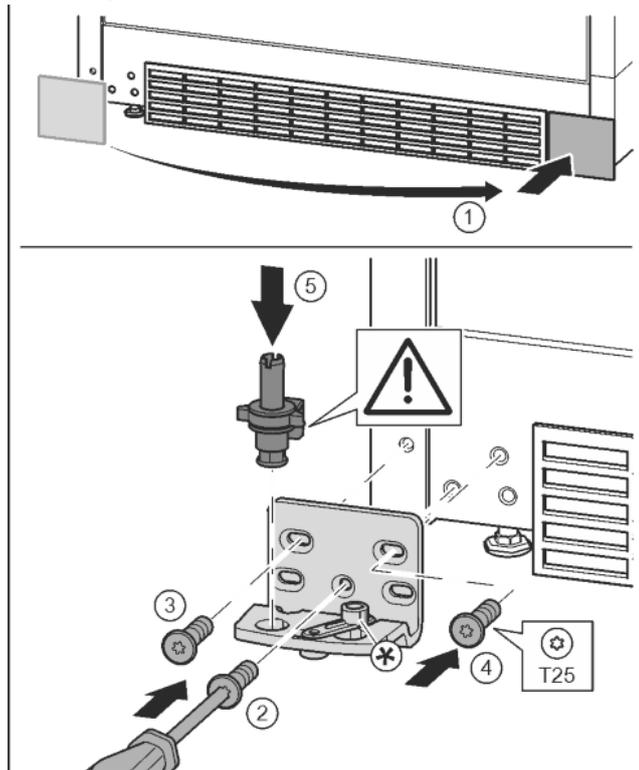

Fig. 16
- ▶ Снять крышку и поставить с другой стороны. Fig. 16 (1)
- ▶ Установить опорный кронштейн с другой стороны и прикрутить с помощью отвертки T25. Начинать с винта 2 в центре. Fig. 16 (2)
- ▶ Затянуть винты 3 и 4. Fig. 16 (3, 4)
- ▶ Снова установить опорный палец в сборе. При этом следить за тем, чтобы выступ фиксатора был направлен назад. Fig. 16 (5)